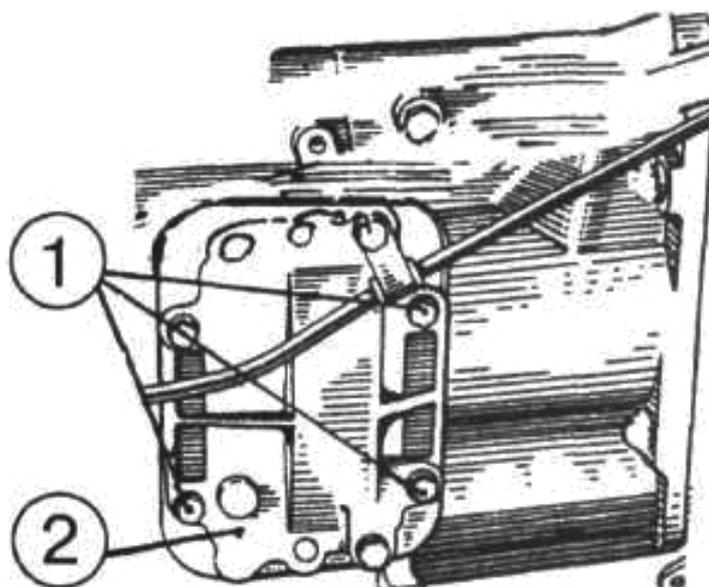

Рисунок 4.27
1) отверните болты (1) (рисунок 4.27) и снимите левую боковую крышку (2);